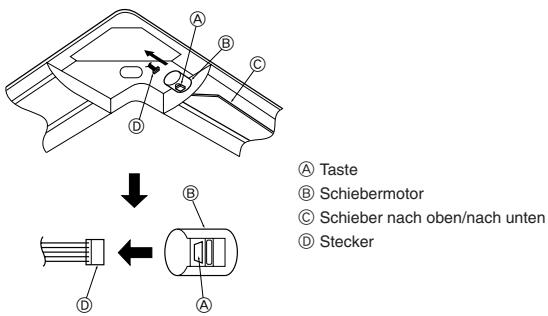

Fig. 5-9
5.5. Verriegelung der Richtung des Luftstroms nach oben/nach unten (Fig. 5-9)